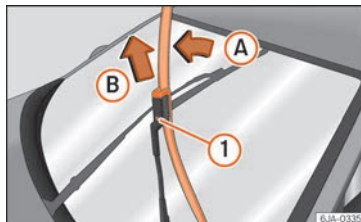

Fig. 70 Las escobillas de los limpiaparabrisas.
- Retire el brazo del limpiaparabrisas desde el cristal moviendo ligeramente la escobilla en el sentido del brazo – flecha **(A)** » **fig. 70**.